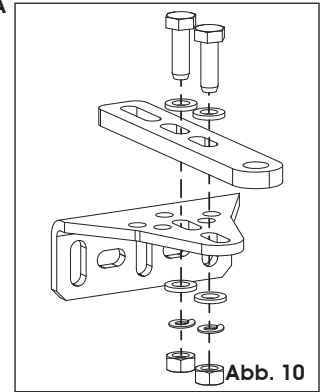

Abb. 10
2. Den hinteren Bügel zusammenbauen (siehe Abb. 10), sodass die zuvor ermittelten Maße **A** und **B** eingehalten werden.